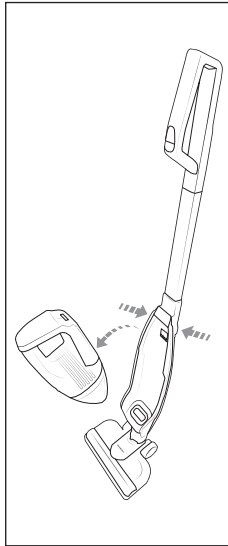

Abb. 4
- 3) Um das Handteil 2 vom Stiel 11 zu lösen, drücken Sie gleichzeitig die beiden Entriegelungstasten 13 (Abb. 4).
- 4) Fassen Sie das Handteil 2 am Griff 1 und ziehen sie es nach oben/vorne aus der Handteilmulde 14 (Abb. 4).